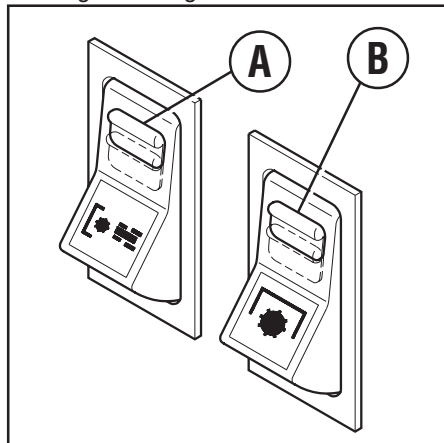
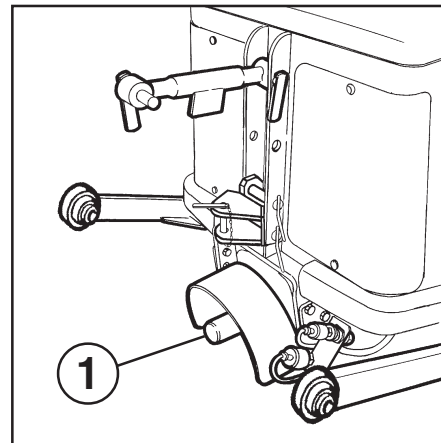
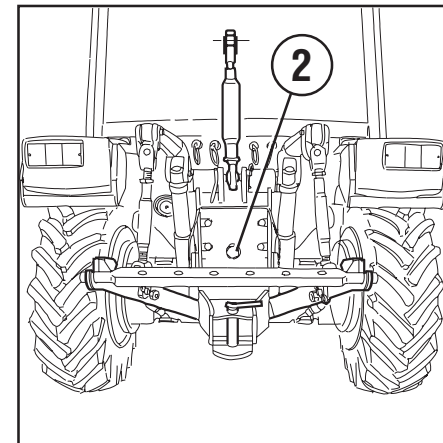
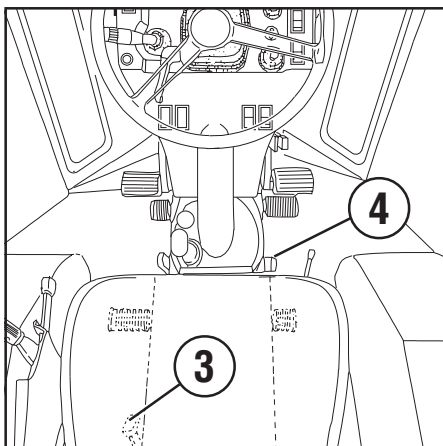

Abb. 24
Abb. 25
Abb. 26
Abb. 27
- einen optionelle vordere Zapfwelle (1 Abb. 25) mit elektrohydraulischer Steue-
- eine hintere Zapfwelle (2 Abb. 26) mit elektrohydraulischer Stufenkupplung, die mit folgenden Geschwindigkeiten funktionieren kann:
Das Einschalten der vorderen, hydraulischen Zapfwelle (1 Abb. 25) erfolgt durch den Zapfwellenschalter, nachdem die Sicherheitsfeststellvorrichtung nach unten verschoben wurde (A Abb. 24). Die eingebaute Kontrollleuchte leuchtet und gibt einen Impuls an ein Elektroventil ab, das den Ölzufluss zur vorderen Zapfwelle gestattet. Das Einkuppeln kann auch unter Belastung erfolgen, da die Zapfwelle unabhän-
Die hintere Zapfwelle (2 Abb. 26) wird direkt vom Motor angetrieben und ist vom Getriebe total unabhängig; demnach kann sie sowohl bei stillstehender als auch bei laufender Maschine verwendet werden; darüber hinaus kann man die Maschine abstellen, ohne die Zapfwelle zu stoppen und umgekehrt. Für den Betrieb der Zapfwelle muss zunächst, je nach angebrachter Ausrüstung, der Drehzahlbereich 540 oder 1000 Umdrehungen mit dem Hebel (3 Abb. 27) gewählt, dann die Motordrehzahl reduziert, der Steuerhebel in die unabhängige Position (4 Abb. 27) gebracht und der Schalter gedrückt werden, nachdem die Sicherheitsfeststellvorrichtung (B Abb. 24) nach unten umgelegt wurde. So erzielt man das Einschalten der im Schalter integrierten Kontrollleuchte und das progressive Einkuppeln der Zapfwelle mittels einer hydraulischen Mehrscheibenkupplung im Ölbad. Dann mit dem Gaspedal auf eine Zapfwelldrehzahl von 540 oder 1000 U/min beschleunigen. Zum Auskuppeln der Zapf-
Die Verwendung der hinteren, mit der Schaltung synchronisierten Zapfwelle (2 Abb. 26) dient ausschließlich dem Betrieb von selbstfahrenden Hängern und im allgemeinen für alle landwirtschaftlichen Ausrüstungen, die sich synchron mit der Maschine bewegen müssen. Vermeiden Sie das Ankuppeln von Arbeitsmaschinen mit einer höheren Leistung als jener der verwendeten Maschine.
Für den Betrieb der Zapfwelle muss zunächst, je nach angebrachter Ausrüstung, der Drehzahlbereich 540 oder 1000 Umdrehungen mit dem Hebel (3 Abb. 27) gewählt, dann die Motordrehzahl reduziert, der Steuerhebel in die synchronisierte Position (4 Abb. 27) gebracht und der Schalter gedrückt werden, nachdem die Sicherheitsfeststellvorrichtung (B Abb. 24) nach unten verschoben wurde. So erzielt man das Einschalten der im Schalter integrierten Kontrollleuchte und das progressive Einkuppeln der Zapfwelle mittels einer hydraulischen Mehrscheibenkupplung im Ölbad. Zum Auskuppeln der Zapfwelle muss nur der entsprechende Schalter gedrückt werden.